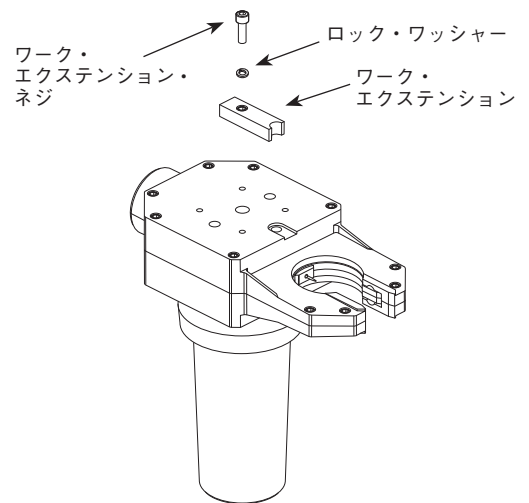

図31：ワーク・エクステンションを取り外す
3. ワーク・エクステンション・ネジ、ロック・ワッシャー、ワーク・エクステンションを取り外します。ワーク・エクステンションにピット、磨耗、損傷が生じていないか検査します。図31をご参照ください。